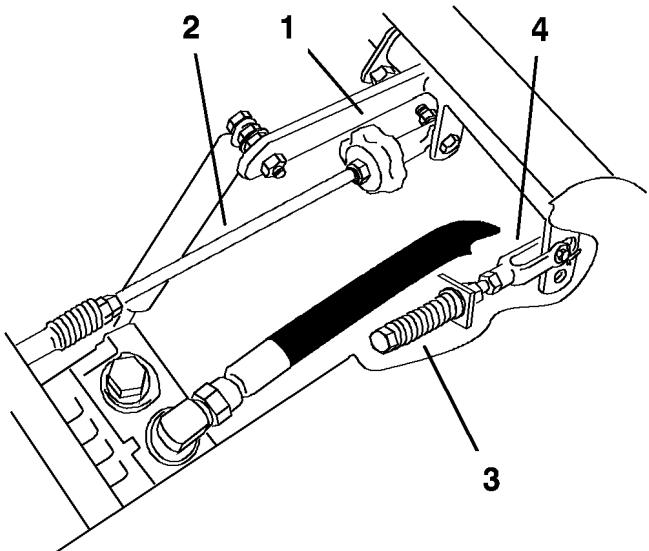

Figura 62
2. Ajuste la longitud de la varilla de la bomba girando el pomo, en el sentido apropiado, hasta que la rueda quede estacionaria o se mueva muy lentamente en marcha atrás (Figura 62).